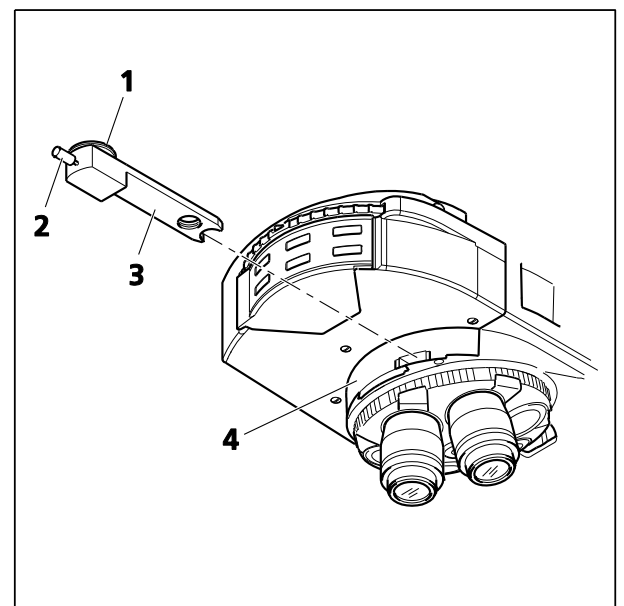
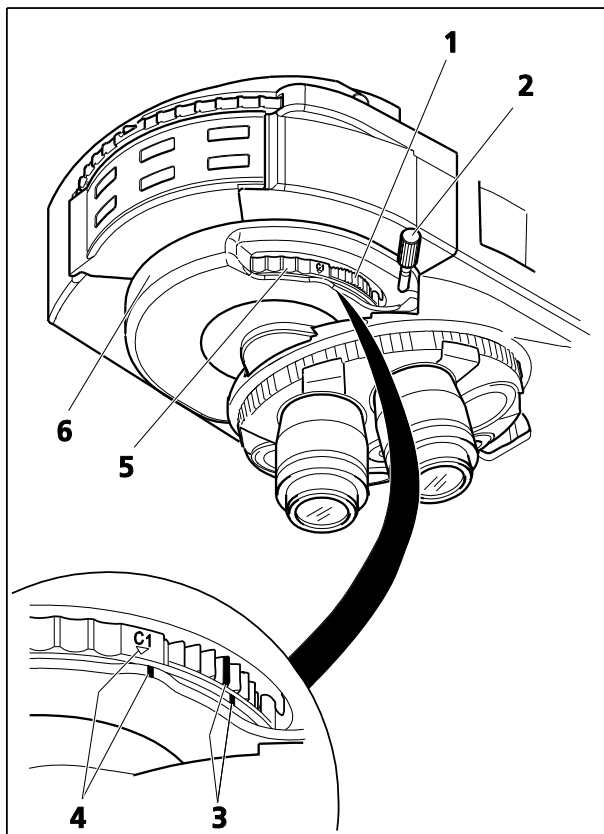
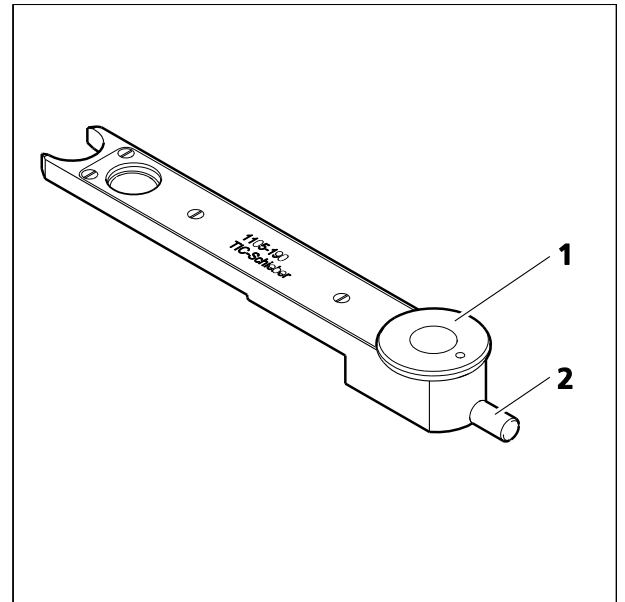
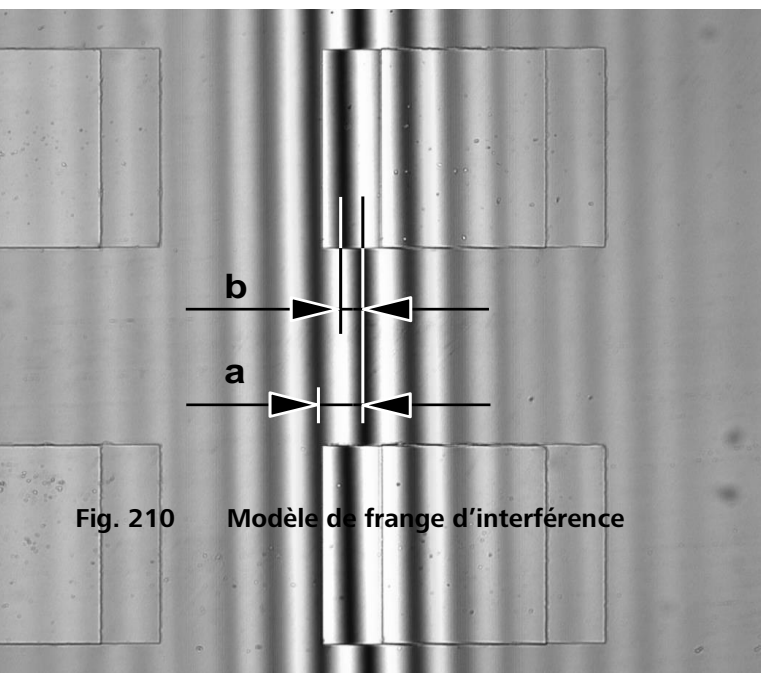

Fig. 206 Adaptateur de compensateur 6x20 avec curseur C-DIC 6x20
Fig. 207 Tourelle porte-modulateur à 4 positions
Fig. 209 Curseur TIC 6x20
Fig. 210 Modèle de frange d'interférence
(4) C-DIC en lumière réfléchie
- Enfoncer le curseur C-DIC 6x20 (Fig. 206/3) dans l'adaptateur de compensateur 6x20 (Fig. 206/4) ou faire pivoter la tourelle porte-modulateur 4 positions (Fig. 206/6) à l'aide de la molette (Fig. 206/5) pour faire pivoter le C-DIC dans la position souhaitée (C1 ou C2).
- Placer l'échantillon sur la platine, faire le point et tourner la molette de commande (Fig. 206/1) sur le curseur CDIC 6x20 ou la tourelle porte-modulateur (Fig. 207/1) jusqu'à ce que le point d'intérêt de l'échantillon soit visible au contraste maximum. Il n'est plus nécessaire de faire tourner la platine. Lorsque les deux traits se font face (Fig. 207/3), cela correspond à la position médiane. Une rotation de 45° est possible dans les deux sens.
- Le contraste peut être optimisé en tournant la vis de réglage (Fig. 206/2) sur le curseur C-DIC ou sur la tourelle porte-modulateur (Fig. 207/2). Lorsque les marques triangulaires et linéaires se font face (Fig. 207/3), cela correspond approximativement à la position d'extinction (meilleur contraste).
(2) Équipements de l'appareil
(3) Réglage du TIC en lumière réfléchie
- Enfoncer le curseur TIC 6x20 dans l'adaptateur de compensateur 6x20 (Fig. 206/4) ou tourner la molette (Fig. 207/5) de la tourelle porte-modulateur à 4 positions (Fig. 206/6) pour la placer en position TIC (TIC). Des franges d'interférence colorées apparaissent dans le champ d'observation. Tourner la vis de réglage (Fig. 209/2) du curseur TIC ou de la tourelle porte-modulateur pour déplacer la frange d'interférence noire jusqu'à ce qu'elle apparaisse au centre du champ d'observation.
- Pour sélectionner la structure à mesurer, tourner la molette de commande (Fig. 209/1) du curseur TIC ou la tourelle porte-modulateur jusqu'à ce que le système de franges d'interférence soit vertical dans le sens de fractionnement de l'échantillon (voir Fig. 210). Les franges d'interférence peuvent être décalées à l'aide de la vis de réglage (Fig. 209/2) du curseur TIC ou la tourelle porte-modulateur.
Les valeurs pour a et b (voir Fig. 210) sont déterminées à l'aide du réticule de l'oculaire ou de l'oculaire micrométrique.